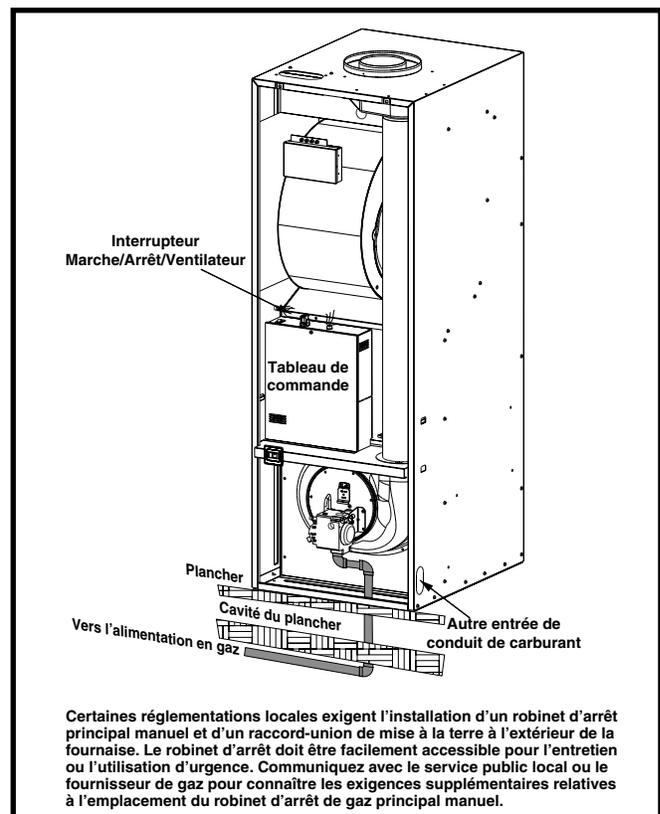

Figure 27. Tuyauterie typique de gaz
Cette fournaise peut être installée avec une entrée de gaz sur la gauche, la droite ou le dessous. Au moment de raccorder l'alimentation en gaz, prévoyez un dégagement entre la conduite d'alimentation de gaz et le trou d'entrée dans le boîtier de la fournaise pour éviter les bruits non désirés ou les dommages à la fournaise. Le branchement typique du gaz pour cette fournaise est montré à la Figure 27.
- Certaines réglementations locales exigent l'installation d'une valve d'arrêt principal manuel et d'un raccord-union de mise à la terre à l'extérieur de la fournaise. Voyez la Figure 27. La valve d'arrêt doit être facilement accessible pour l'entretien ou l'utilisation d'urgence. Communiquez avec le service public local ou le fournisseur de gaz pour connaître les exigences supplémentaires relatives à l'emplacement du robinet d'arrêt de gaz principal manuel.
Cette fournaise peut être convertie du gaz naturel, réglé en usine, au gaz de pétrole liquide. La conversion de cette détendeur requiert le remplacement des orifices du brûleur sur le collecteur et le réglage du bouchon du régulateur sur le côté marqué LP (GPL). Les orifices requis pour la conversion sont fournis avec la fournaise. Voyez la Figure 27.
6. Dévissez le bouchon du régulateur de pression et cherchez les lettres NAT ou LP. Voyez la Figure 27 (page 17).
1. Retirez le bouchon de pression d'entrée du côté ENTRÉE de la valve de gaz avec une clé Allen 3/16. Voyez la Figure 27.
1. Retirez le bouchon de pression d'admission du côté sortie de la valve de gaz avec une clé Allen 3/16. Voyez la Figure 27 (page 17).
6. Remplacez le bouchon afin que les lettres qui figurent sur le dessus correspondent au type de gaz utilisé par la fournaise. Voyez la Figure 27 (page 17).